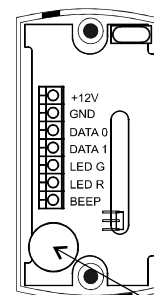

Рис. 4
- 2) Подсоедините провода к разъёму считывателя в соответствии со схемой (рис.4, 5).